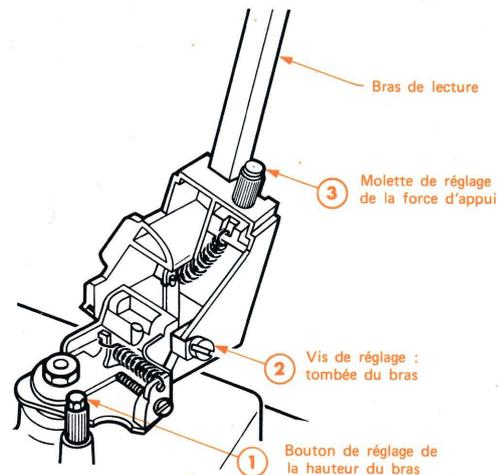

Fig. 5
- 8° - Si tel n'est pas le cas, agir avec une clé à tube de 5 sur le bouton de réglage (1) (Fig. 5).
- 4° - Si tel n'est pas le cas, agir avec un tournevis sur la vis de réglage (2) (Fig. 5). L'action est la suivante :
- 1° - Régler la force d'appui à l'aide de la commande (3) (Fig. 5) à sa plus faible valeur et, en tout cas de telle sorte que la tête de lecture ne saute pas du sillon.